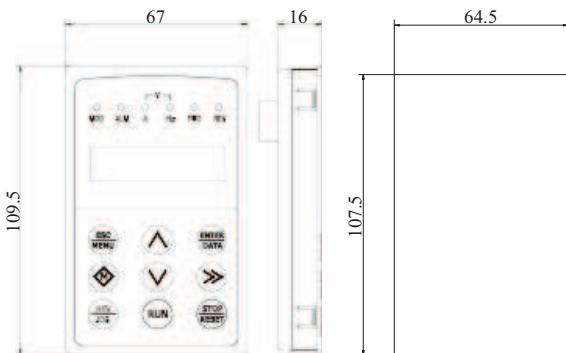

Рис.2-7 Монтажные размеры пульта управления
1. Наружный ввод дистанционного пульта управления EN-LCD2 не поддерживает установку держателя пульта, а только вмонтированный каркас с монтажными размерами согласно Рис.2-7.